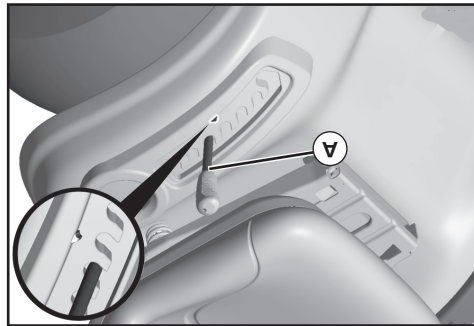

FIG. 8
- Pour tondre une grande surface, on vous conseille de commencer par tourner à droite, de façon à ce que l'herbe ne soit pas déversée sur les arbustes, les clôtures, les allées, etc. Après un ou deux tours, tondez en sens inverse en tournant à gauche jusqu'à ce que le travail soit achevé (Voir la Fig. 8).
POUR RÉGLER LA HAUTEUR DE COUPE DE LA TONDEUSE (Voir la Fig. 8)